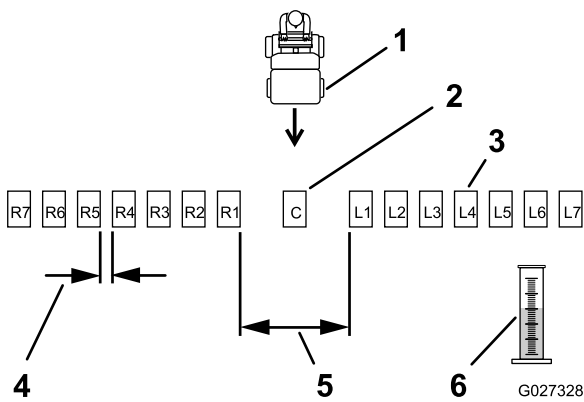
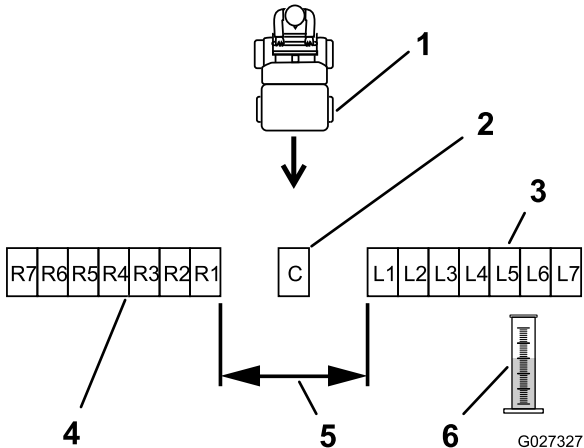

Figure 23
Figure 24
3. Placez les autres bacs en ligne droite, comme montré à la Figure 23 ou la Figure 24.
Disposez six autres bacs de chaque côté en les espaçant de 30 cm (12 po) (Figure 23).
Disposez six autres bacs de chaque côté sans les espacer (Figure 24).
- Étiquetez chaque éprouvette de dosage en fonction du bac correspondant (par exemple L2, L1, Central, R1, R2...); voir Figure 23 et Figure 24.